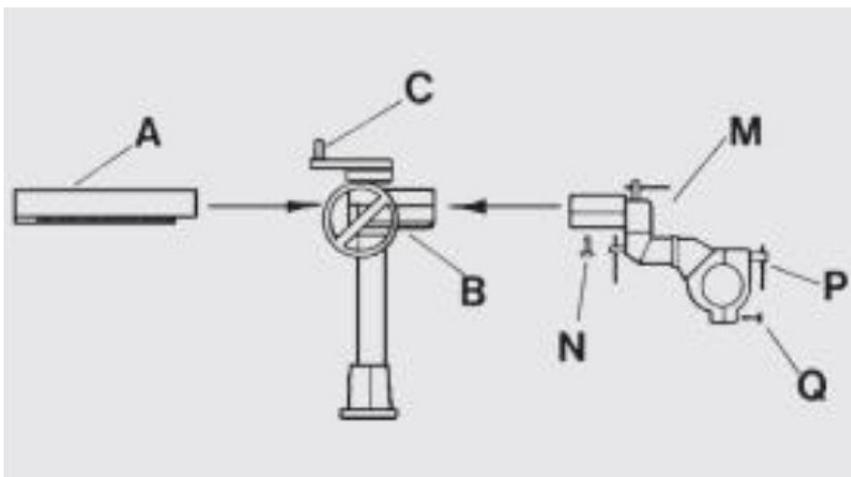

Abb.6-1: Montage des Stativs
Sobald das Stativ am Arbeitstisch montiert ist, muß das Vorschubgerät durch die entsprechende Schelle (M) (siehe Abbildung 6-1), die am Trägerende angebracht ist, befestigt werden. Folgenden Schrauben werden benötigt: Befestigungsschraube (P) und Führungsschraube (Q), letztere wird nicht festgezogen sondern nur eingeschraubt.